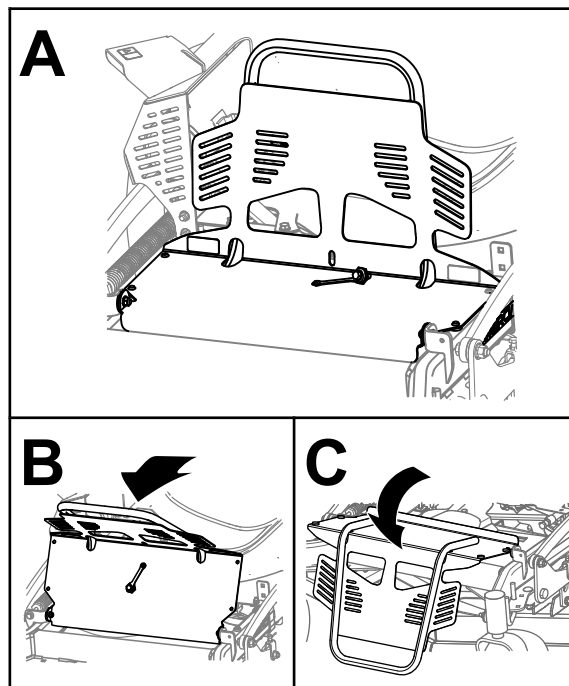

Figura 2
2. Gire el protector del motor hacia delante, tal y como se muestra en la Figura 2